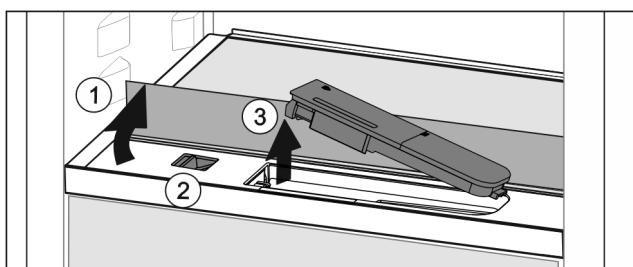

Fig. 145
- Підняти скляну панель і відкинути до упору назад Fig. 145 (1).
- Посуньте повзунок Fig. 145 (2) уліво.
- Вийняти бак для води Fig. 145 (3).